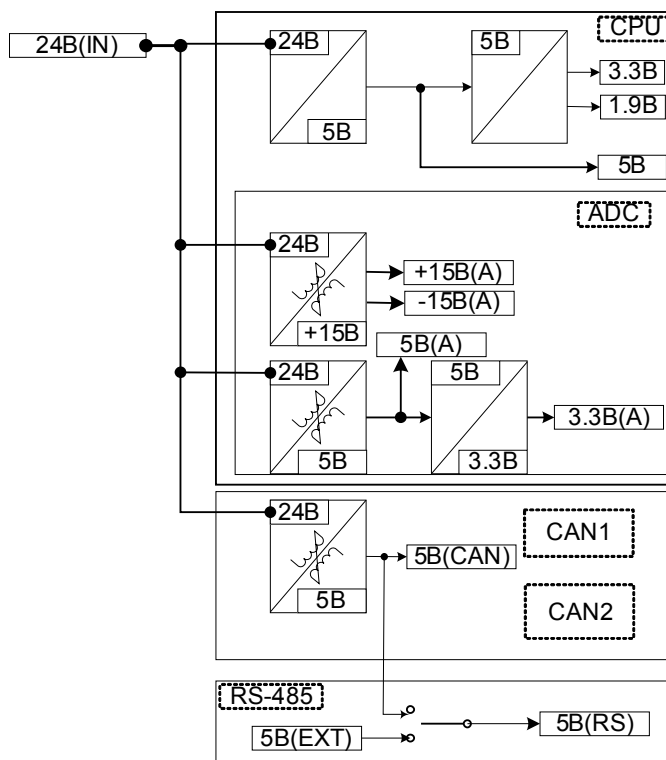

Рис. 2 Структура питания в контроллере МК19.1
- ✓ Внешний источник стабилизированного питания **+24В(D)** с максимальным потребляемым током до **500 мА**, подключаемый к разъему **X2**. Блок-схема питания показана на рис. 2;